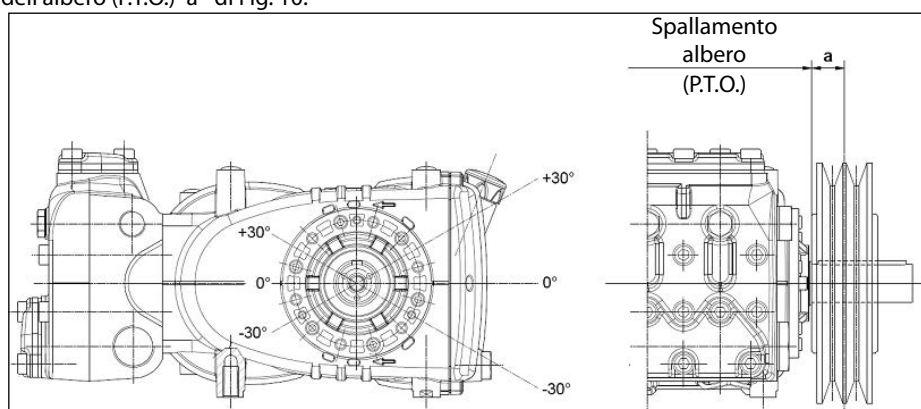

Fig. 10
Il carico radiale sull'albero non deve essere superiore a 3000 N (valore necessario per la definizione del Lay-out). La trasmissione è considerata adeguata se tale carico è applicato ad una distanza massima $a=30$ mm dallo spallamento dell'albero (P.T.O) come indicato in Fig. 10.
- b) Utilizzare cinghie ad alto rendimento - per esempio **XPB** invece di **SPB** - in quanto risulterà necessaria una quantità inferiore di cinghie a parità di potenza trasmessa ed una conseguente distanza inferiore della risultante rispetto allo spallamento dell'albero (P.T.O.) "a" di Fig. 10.